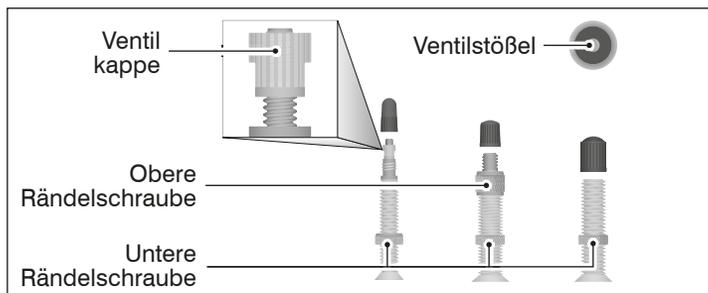

Abb.: E-20 Presta-, Blitz- und Autoventil (von links nach rechts). Rechts oben im Bild eine Draufsicht des Autoventils.
- Zum Öffnen des Ventils drehen Sie die Ventilkappe gegen den Uhrzeigersinn bis zum oberen Anschlag (siehe Abb.: E-20).
- Um einen geringeren Luftdruck einzustellen, drehen Sie die obere Rändelschraube soweit gegen den Uhrzeigersinn bis Luft entweicht (siehe Abb.: E-20).
- Um einen geringeren Luftdruck einzustellen, drücken Sie von oben auf den Ventilstößel (siehe Abb.: E-20).